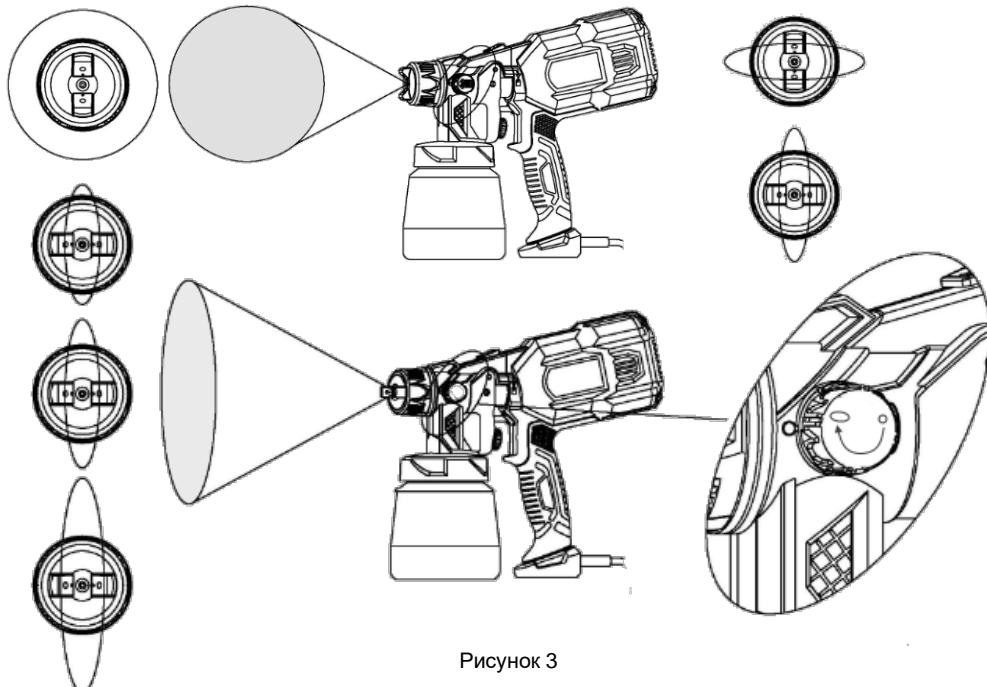

Рисунок 3
**4.7** Регулятором орієнтації факелу (2) оберіть необхідне положення (вертикальне або горизонтальне, дивіться рисунок 3 ).